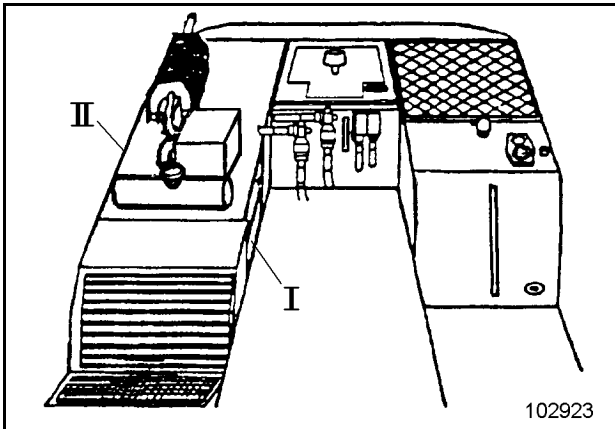

Fig. 3-33
- Klappe I (Fig. 3-33) öffnen, Filter sind zugänglich